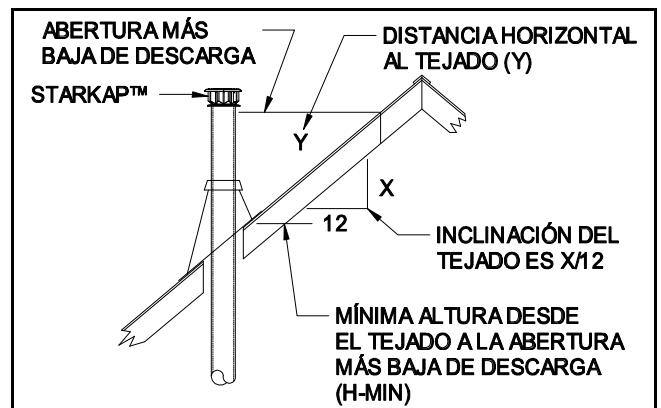

Figura 1
1. Instale y asegure el respiradero vertical, el respiradero de gas o la chimenea metálica según las instrucciones del fabricante o confirme al código Nacional sobre Gas Combustible, NFPA 54 o todo código local correspondiente. La terminación del respiradero vertical o de la chimenea metálica DEBE ser instalada de acuerdo con la gráfica de altura y la inclinación del tejado (Ver Figura 1 o Tabla 1 o consulte los requisitos de NFPA 54). Estas alturas mínimas se pueden usar si el respiradero vertical de gas está a menos de 8 pies de distancia de una pared vertical. Para otras instalaciones, la terminación no estará a menos de 2 pies encima del punto más alto en donde pasa el respiradero vertical a través del tejado, y por lo menos 2 pies más alto que cualquier porción de un edificio a 10 pies de distancia.